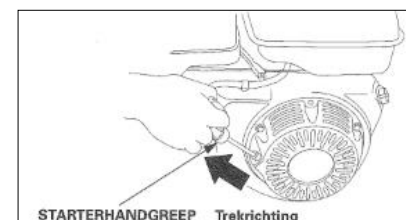

Abbildung 30
- Benutzen Sie den Seilzugstarter (siehe Abbildung 30), wenn der Elektrostarter nicht funktioniert.
- Wenn der Motor läuft und Sie haben den Choke einem Kaltstart auf **ZU** gestellt, stellen Sie ihn schrittweise wieder auf **AUF**, wenn der Motor wärmer wird (siehe Abbildung 30).